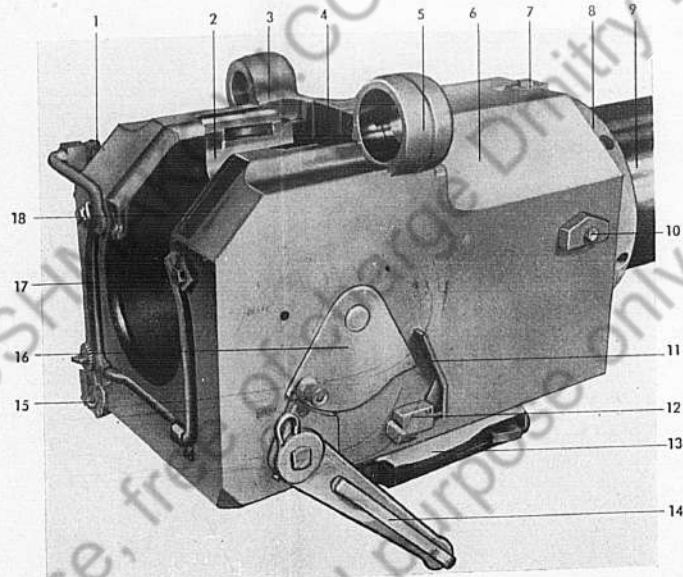

Bild 6
- Bild 6 Bodenstück, von hinten rechts